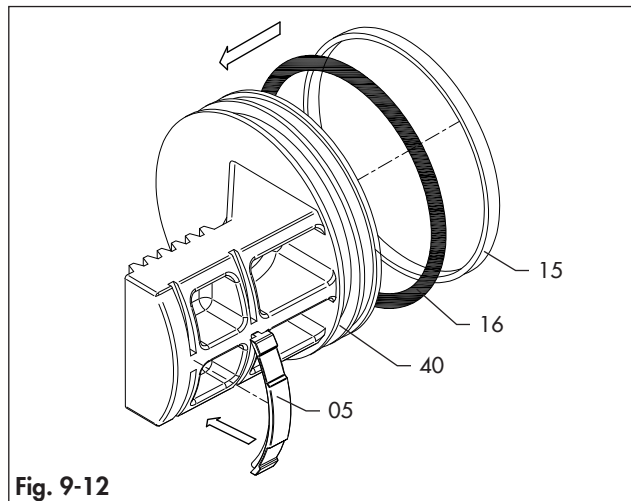
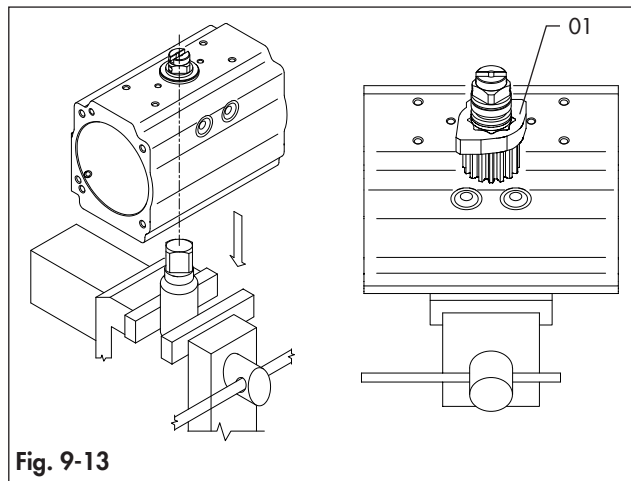
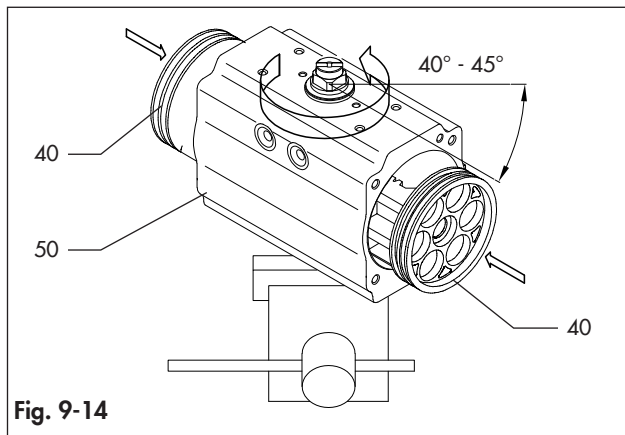

Fig. 9-12
Fig. 9-13
Fig. 9-14
Consulte a Fig. 9-1, Fig. 9-12, Fig. 9-13 e Fig. 9-14.
- Lubrifique e coloque sobre os pistões (40) as juntas tóricas (16), as lombadas do pistão (05) e os rolamentos da cabeça (15).
- Lubrifique a superfície interna do corpo (50) e os dentes da cremalheira do pistão (40).
- Insira a conexão fêmea do eixo de acionamento (60/60.1) numa junta de ligação devidamente fixada. (Fig. 9-13)
- Certifique-se de que o octi-cam (01) esteja na posição correta conforme a Fig. 9-13.
- Rode o corpo (50) cerca de 40° - 45° no sentido horário a partir da vista superior, conforme mostrado na Fig. 9-14.
- Insira e pressione os dois pistões (40) simultaneamente dentro do corpo (50) até que os pistões estejam engatados.
- Em seguida, rode o corpo (50) no sentido anti-horário a partir da vista superior até que o curso seja concluído.